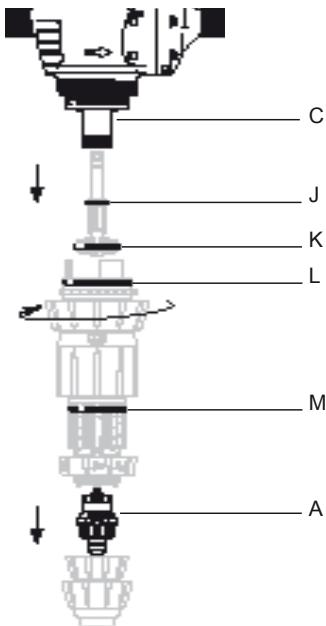

Fig. 14
- Cambiare il corpo di isolamento (**Fig. 14-C**), le guarnizioni (**Fig. 14-J/K/L/M**) e la valvola di aspirazione (**Fig. 14-A**).